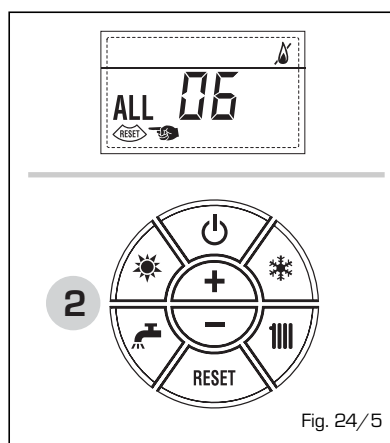

Fig. 24/5
- ANOMALIA TERMOSTATO SICUREZZA "ALL 07" (fig. 24/6)